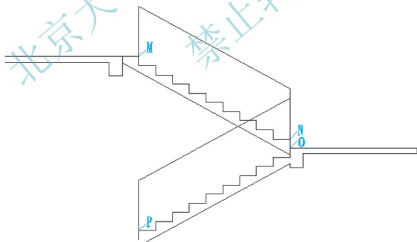

图 4.111 绘制栏杆线
(1) 将【栏杆扶手】图层设置为当前层，分别在 M、N、O 和 P 路口处向上绘制 900mm 高的垂直线，然后用直线分别连接 M、N 处垂直线的上端和 P、O 处垂直线的上端，形成扶手线，结果如图 4.111 所示。